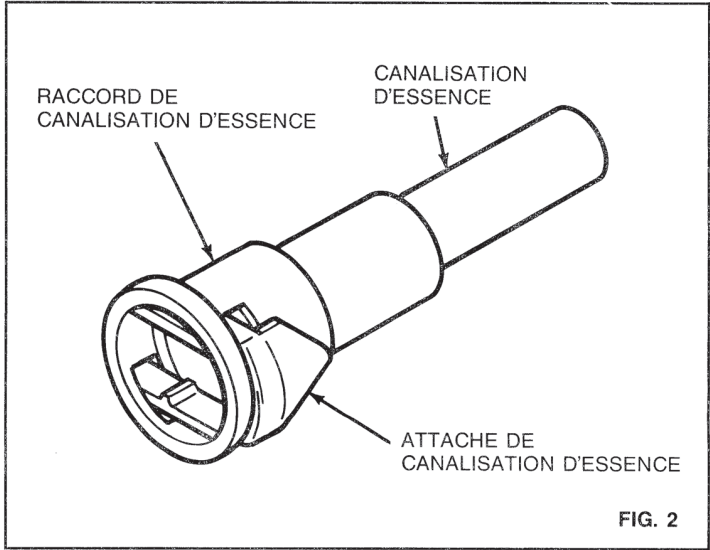

FIG. 2
B) Reportez-vous à la figure 2 et posez les nouvelles attaches des canalisations d'essence (attaches incolores de 5/16 po et attaches noires de 3/8 po) dans les raccords de dimension correspondante des canalisations; le côté triangulaire des attaches doit être tourné à l'opposé de l'orifice du raccord de canalisation.